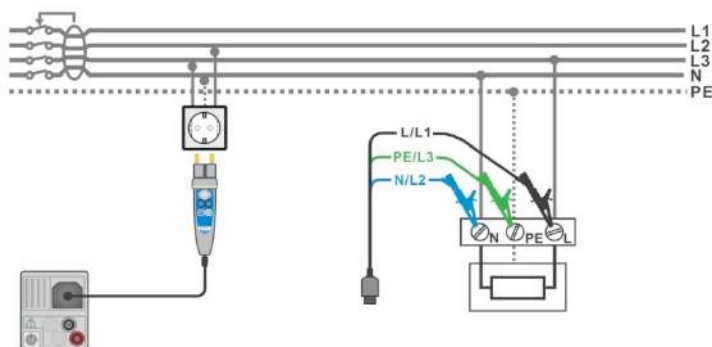

Рисунок 7.32: Подключение щупа «commander» и 3-х проводного измерительного кабеля.
- › **Подключите измерительный кабель или щуп «Commander» к испытываемому объекту, см. Рисунок 7.32: Подключение щупа «commander» и 3-х проводного измерительного кабеля.**